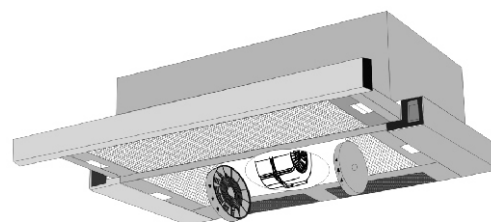

рис. 8
- установите два угольных фильтра см. табл. 1 и (рис.8), предварительно удалив с них упаковочную пленку;
Угольные фильтры устанавливаются на защитные решетки короба вентилятора, путем легкого нажатия и поворота их по часовой стрелке (рис. 8).